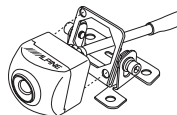

Рис. 5
2. Зафиксируйте камеру в монтажном приспособлении ③.
Выведите кабель камеры через монтажное приспособление ③ и зафиксируйте его с помощью болтов с шестигранной головкой ④ (см. рис. 5).
3. Слегка ослабьте монтажное приспособление ③ и винт регулировки угла обзора. Установите угол обзора и осторожно вверните винт регулировки угла обзора.
5. Снимите защитную ленту клеевого покрытия с монтажного приспособления ③ и закрепите монтажное приспособление в выбранном месте.